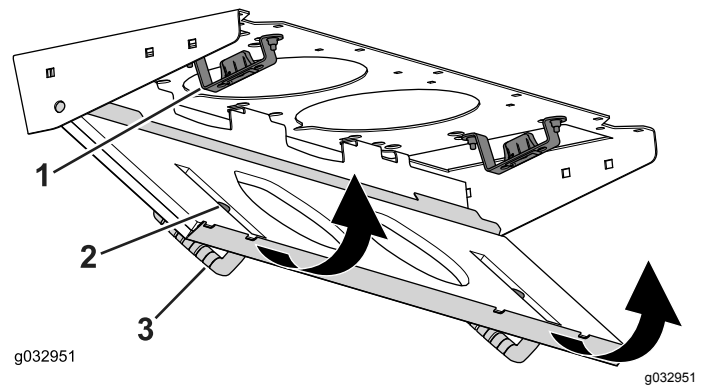

Figura 93
- 4. Gire la rejilla del filtro sobre las pestañas hasta que el resbalón se bloquee en el cerradero (Figura 93).